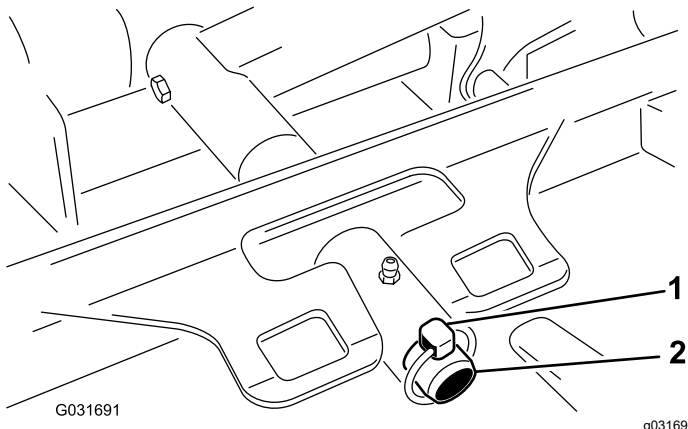

Bild 96
3. Entfernen Sie den Klappstecker, mit dem der Trägerrahmen des Mähwerks am Lagerbolzen des Hubarms befestigt ist (Bild 96).
3. Schieben Sie den Mähwerkträgerrahmen auf den Lagerbolzen des Hubarms und befestigen ihn mit dem Klappstecker (Bild 96).